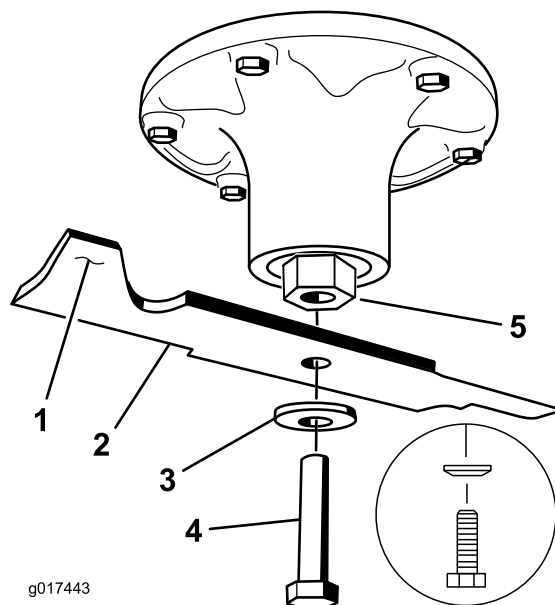

Figura 78
2. Togliete il bullone, la rondella curva e la lama dall'asse del fusello (Figura 78).
1. Montate la lama sull'asse del mandrino (Figura 78).
2. Montate la rondella curva e il bullone della lama (Figura 78).